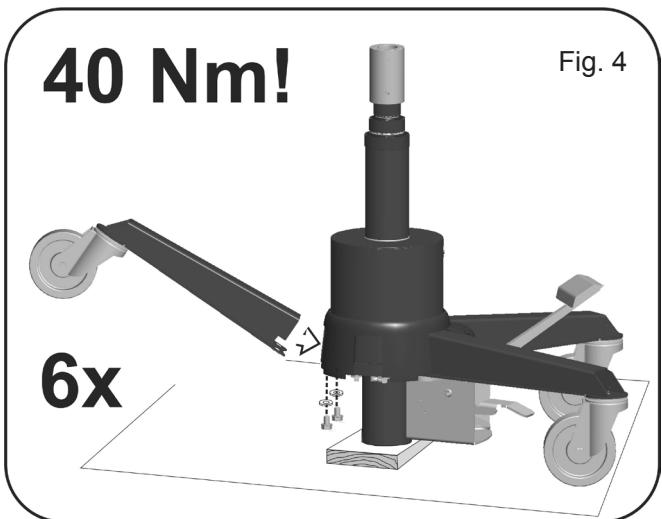

Fig. 4
6. Anbring derefter hydraulikken med understøttet cylinderbund (fig. 4).
7. Monter de 3 resterende ben under bunden (fig. 4) med skruer M10 og skiver og spænd med 40 Nm.
6. Then raise the hydraulic unit and support the cylinder bottom (fig. 4).
7. Mount the 3 remaining legs under the bottom (fig. 4) with screws M10 and discs and tighten to a torque setting of 40 Nm.